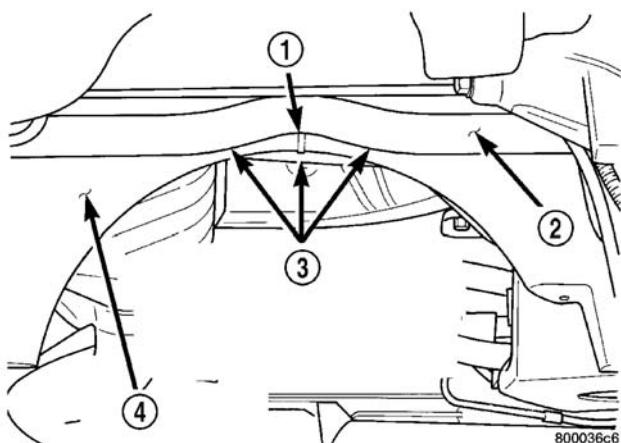

图 37 稳定杆正确定位在悬架托架内
(3) 检查前悬架托架内的稳定杆位置。稳定杆曲线部分的中央必须对准前悬架托架中央隆起的直线（图 37）。